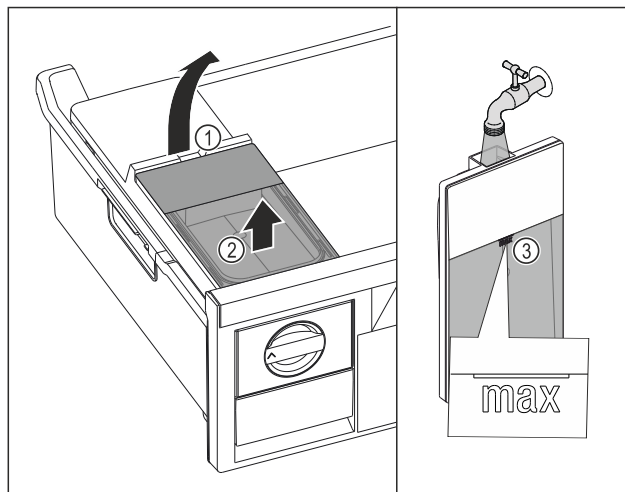

Fig. 100
- ▶ Tõstke veepaak väljalõikest Fig. 100 (1) üles.
- ▶ Võtke veepaak ülespoole välja. Fig. 100 (2)
- ▶ Täitke veepaak märgistuseni Fig. 100 (3) joogiveega.